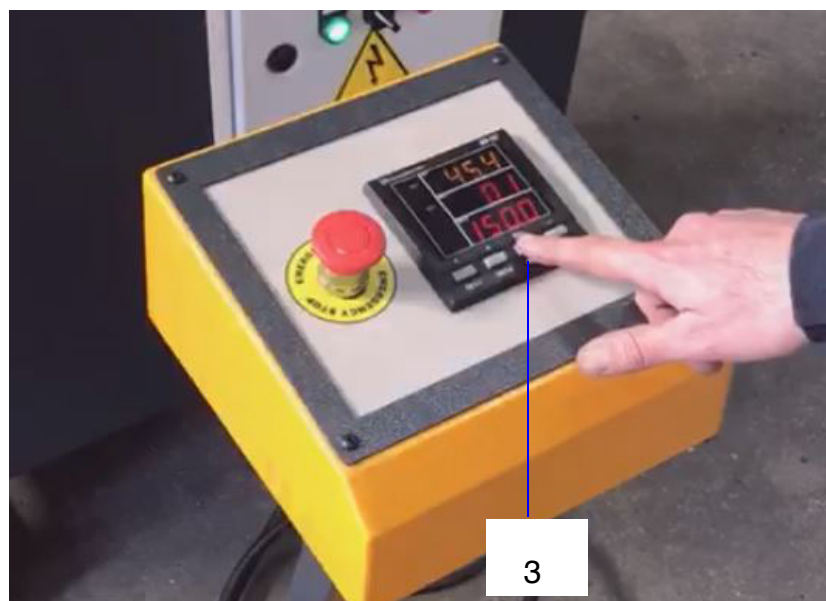

Abb. 13: Taste am Bedienfeld
Schritt 1: Drücken Sie zunächst die Taste drei (Abb.13).